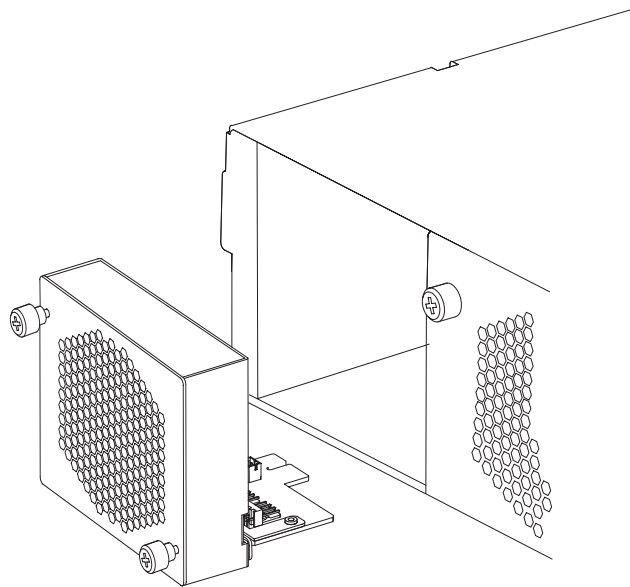

Figura 15. Extracción del módulo de ventilador en un dispositivo de Tipo 7199
5. Extraiga el módulo de ventilador, tal como se ilustra en la Figura 15.